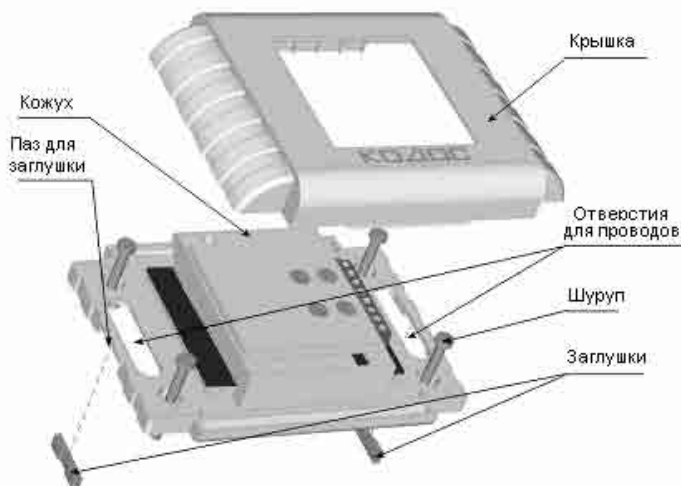
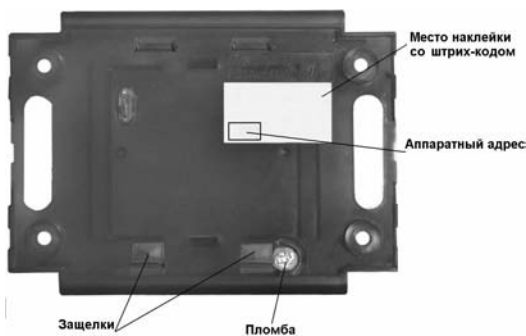

Рисунок 5 – Крепление адаптера (клеммы условно не показаны)
Рисунок 7 – Внешний вид АД-01 (обратная сторона)
Для предотвращения случайного открытия кожуха и последующего разрушения пломбы, не следует вынимать предохранительные защелки, расположенные с обратной стороны кожуха (см. рисунок 7). Разрушение пломбы ведет к снятию с гарантии.
4.4.1 Снять с адаптера крышку (см. рисунок 5).
- в случае если провода подходят сбоку адаптера (например, из коробка или гофрированного шланга), снять заглушки (см. рисунок 5, рисунок 7);
- через отверстия для проводов (если провода идут из стены) или через пазы для заглушек и отверстия для проводов (в случае, если провода подходят сбоку) (см. рисунок 5), протянуть провода к кожуху адаптера;